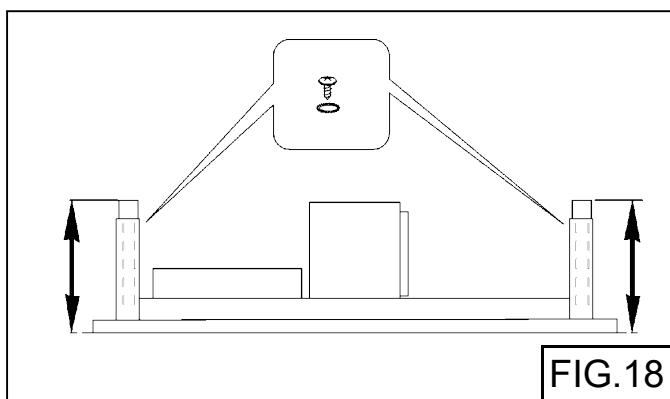

FIG.18
2. Ajuste la altura del marco de soporte telescópico y bloqué con tornillos y arandelas (Fig. 18).